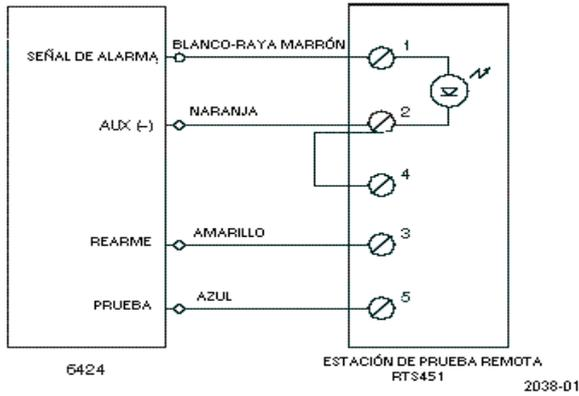

Figura 10. Estación de Prueba Remota
2. Monte los soportes en una superficie estable y sin vibraciones de forma que se mantenga el plano de detección perfectamente alineado, se aconseja realizar medidas a ejes conocidos del edificio en ambos equipos. Conecte los cables correctamente, tal y como muestra la Figura 10. Realice las conexiones de cableado a la instalación con regleta apropiada y con las protecciones que determine la Normativa de aplicación para la instalación.